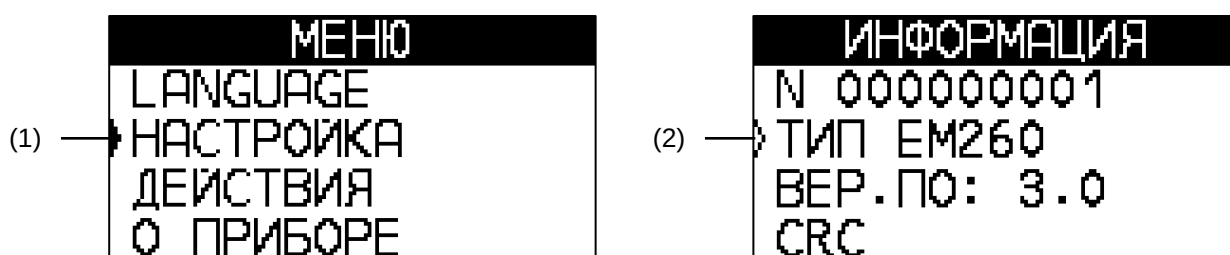

Рисунок 6.5. Навигация по меню.
Перемещение по пунктам меню осуществляется с помощью кнопки **ВНИЗ**. Перемещение по пунктам текущего уровня меню выполняется циклично: с последнего пункта меню производится переход на первый. Одновременно на экране отображается заголовок и не более 4-х пунктов меню. Текущий пункт меню выделяется курсором **→** слева от пункта меню, см. **Рисунок 6.5**, позиция (1).
Если пункт меню является информационным и не предусматривает входа (не активны кнопки **ВВОД** и **ВПРАВО**), то курсор выглядит так: **→**, см. **Рисунок 6.5**, позиция (2).